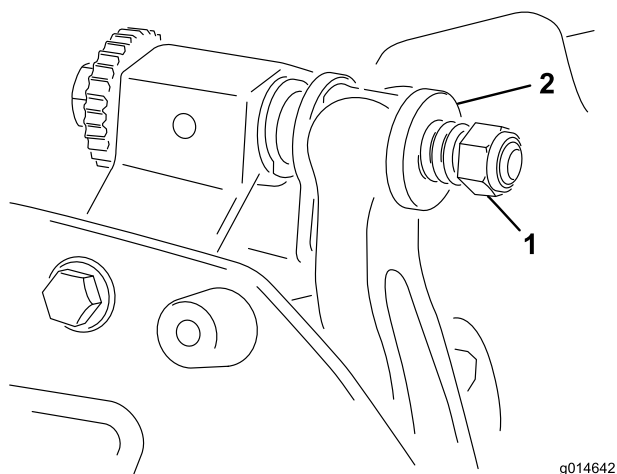

Figura 19
4. Apriete la tuerca de tensado del muelle hasta que el muelle esté comprimido del todo, luego aflójela 1/2 vuelta (Figura 19).